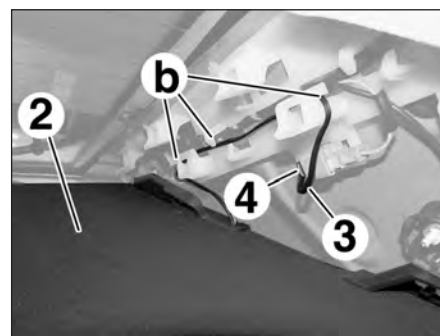

FIG.137
- Dégrafer le faisceau électrique (3) en (b) (Fig.137).
- Débrancher le connecteur (4).
- Déposer la tablette arrière (2).